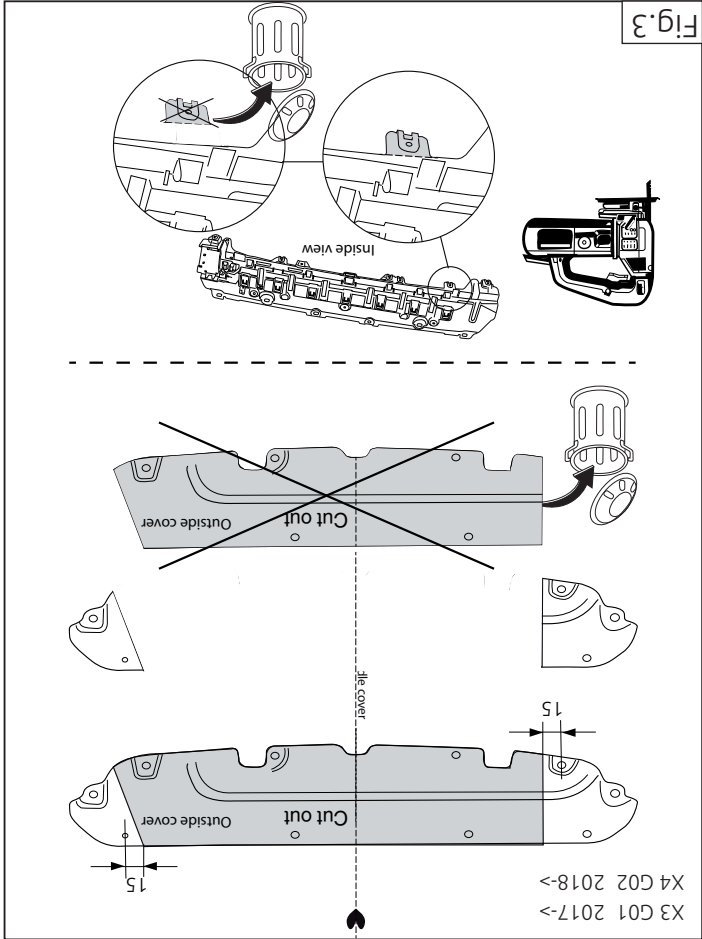

Fig. 3
8. Saw out the portions as indicated in fig. 3.
8. Gemäß Abb. 3 die angegebenen Teile heraussägen.
8. Scier les parties indiquées conformément à la figure 3.
8. Säg ut delarna enligt fig. 3.